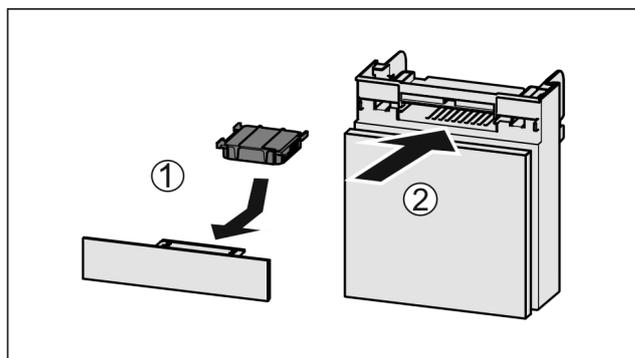

Fig. 35
- Insérer le filtre à charbon actif d'après le schéma Fig. 35 (1).
- Insérer le compartiment Fig. 35 (2).